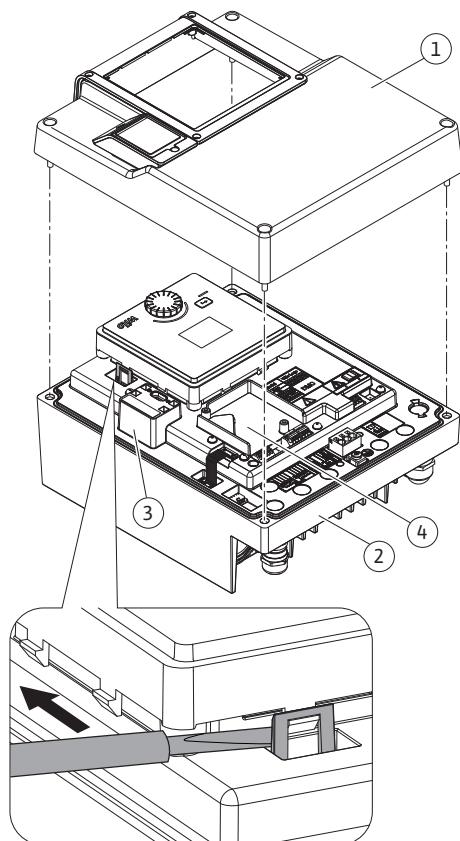

Fig. 26: Elektronikmodul
CIF-moduler (tilbehør) bruges til kommunikation mellem pumper og bygningsstyringsteknik. CIF-moduler sættes i elektronikmodul (Fig. 26, pos. 4).